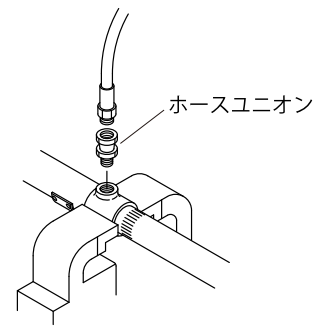

Fig.2
- 2) ポンプをバイスに固定して吐出口にあらかじめ用意した材料ホースを接続してください。この時、ポンプ・ホースの間にホースユニオンを購入して取付けることをお勧めします。(Fig.2)